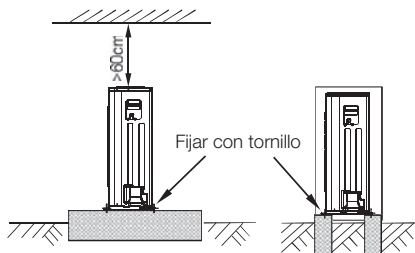

Fig.6-15
- Construya una base de hormigón de acuerdo con las especificaciones para unidades exteriores (Ver Fig. 6-15).
- Ajuste firmemente con tornillos el pie de esta unidad para evitar que se desplace en caso de terremotos o fuertes vientos. (Ver Fig. 6-15)